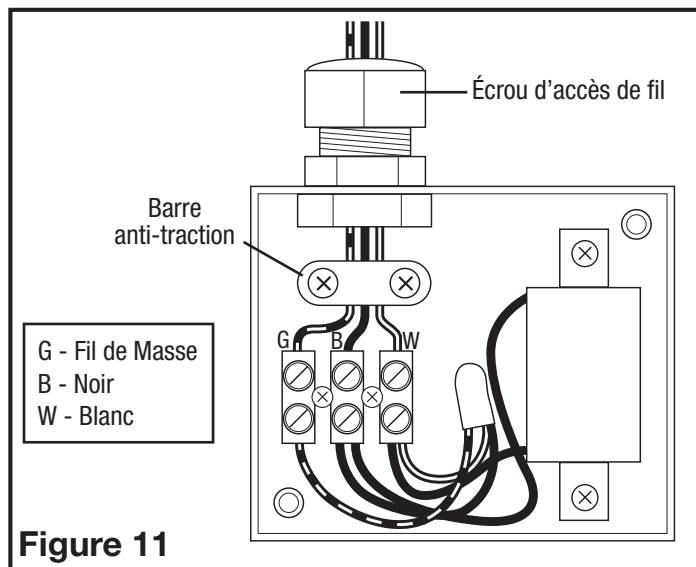

Figure 11
- Passez les câbles partir d'un interrupteur mural approuvé et de capacité appropriée. Un neutre (blanc) un chaud (fil noir connecté au commutateur) et un de terre (fil vert ou nu). Desserrez la barre anti-traction et passez les fils à travers l'écrou d'accès de fil et l'anti-traction, en veillant à laisser suffisamment de fil pour faire tous les raccordements électriques (Figure 11).
- Insérez le fil blanc de la maison dans le bornier avec le fil blanc et serrez à l'aide d'un petit tournevis régulier. Insérez le fil noir de l'interrupteur mural dans le bornier avec le fil noir et serrez à l'aide d'un petit tournevis régulier. Insérez le fil vert (ou nu) de terre de la maison dans le bornier avec le fil vert et serrez à l'aide d'un petit tournevis régulier (Figure 11).
4. Serrez les vis qui retiennent la barre anti-traction en place. Serrez également l'écrou d'accès de fil. Ceci créera un joint d'étanchéité (Figure 11).